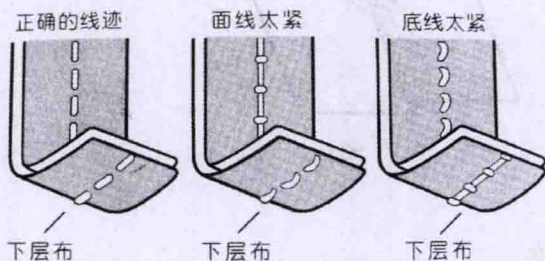

图11 线迹比较
- (1) 底线。从梭芯引出的缝线称为底线。缝纫后底线显露在缝料的下表面。
- (2) 面线。从机头线杆上的线球中引出的线并经过机针针孔的缝线称为面线。缝纫后面线显露在缝料的上表面。
- (3) 锁式线迹。由两根缝线采用交织的方式在缝料上形成的一个单元。
- (4) 针距。按送料方向机针两次穿过缝料的间距。即每个线迹的长度。
- (5) 线缝。连续的线迹称为线缝。
- (6) 浮线。因面线和底线的张力不均匀，使面线或底线的线迹有明显的线缝隆起浮在缝料的表面。这种现象称为浮线，如图 11 所示。